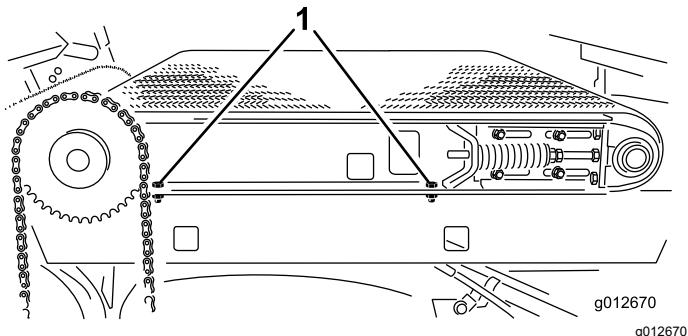

Figura 33
- Sul lato destro della macchina, allentate le 2 viti a testa cilindrica che fissano la guida del telaio scorrevole al parafango destro (Figura 33). Verificate che le viti a testa cilindrica siano sufficientemente allentate da consentire l'inclinarsi del pianale scorrevole.